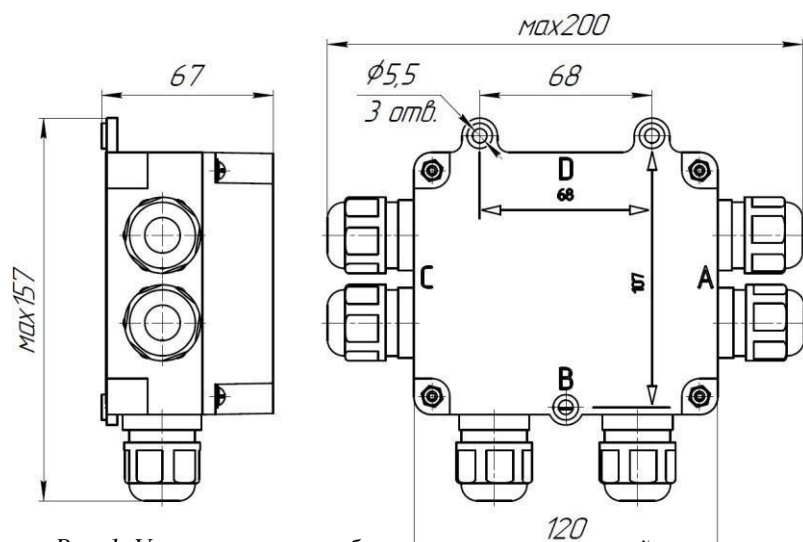

Рис. 1. Установочные и габаритные размеры устройства соединительного.
- 2.6. Габаритные и установочные размеры приведены на рис. 1.
- 4.6. На несущую поверхность закрепить УСБ «СЕВЕР» тремя шурупами, пропущенными через отверстия в основании согласно установочным размерам (рис. 1).